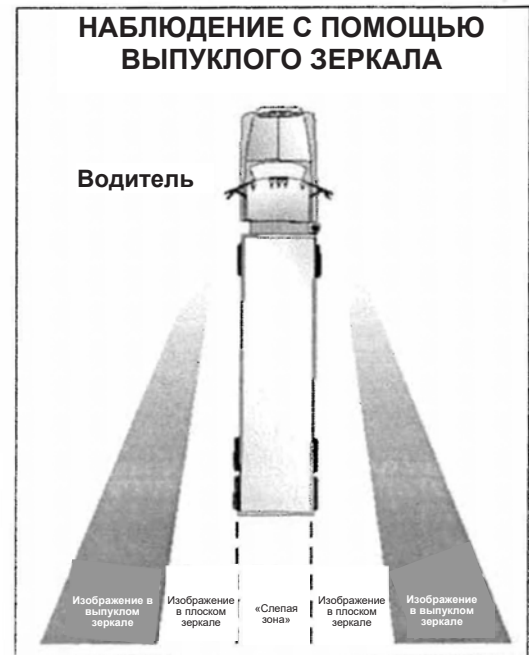

Рисунок 2.7
- На многих больших автомобилях установлены изогнутые (выпуклые, «рыбий глаз», «слепая зона», wideeye) зеркала, которые показывают более широкую область, чем плоские зеркала. Это часто бывает полезно. Но в выпуклом зеркале все кажется меньше, чем в плоском. Предметы выглядят более далекими, чем на самом деле. Важно осознавать и учитывать эти факторы. На рис. 2.7 показано изображение в выпуклом зеркале.